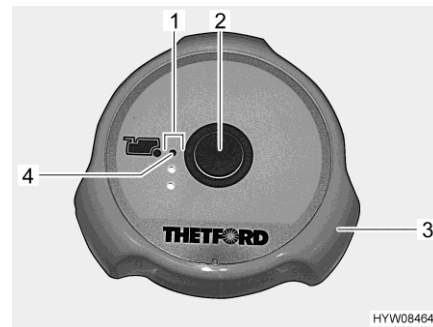

Fig. 202 Pulsante dello sciacquone/spie di controllo (toilette Thetford)
Risciacquo: ■ Prima di tirare l'acqua, aprire il cursore della toilette Thetford. A tal fine ruotare la maniglia girevole (Fig. 202,3) in senso antiorario.
■ Per sciacquare premere il pulsante blu (Fig. 202,2).
■ Dopo aver tirato l'acqua chiudere il cursore. Ruotare la maniglia girevole (Fig. 202,3) in senso orario.
Le spie di controllo (Fig. 202,1) indicano il livello del serbatoio fecale. Quando si accende la spia di controllo rossa (Fig. 202,4), il serbatoio fecale deve essere svuotato.